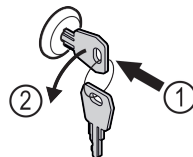

Fig. 176
- ▶ Вставьте ключ. Fig. 176 (1)
- ▶ Поверните ключ на 90° против часовой стрелки. Fig. 176 (2)